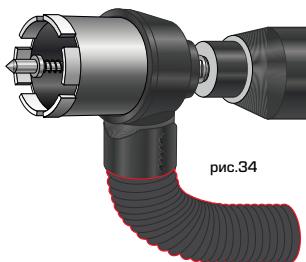

рис.34
- подключите к пылеотводу пылесос (рис. 34)